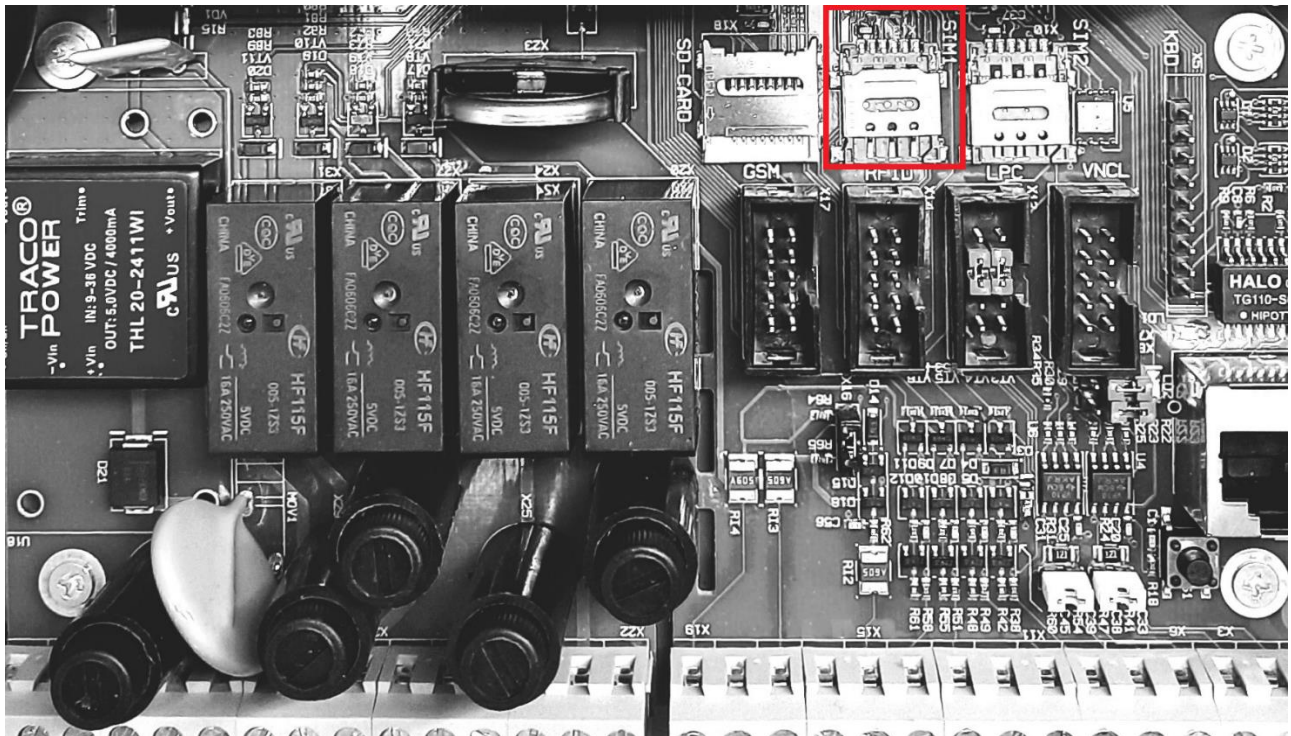

Рисунок 5: Слот для сим-карты
3. Вставьте сим-карту в слот «SIM1» (рисунок 5).